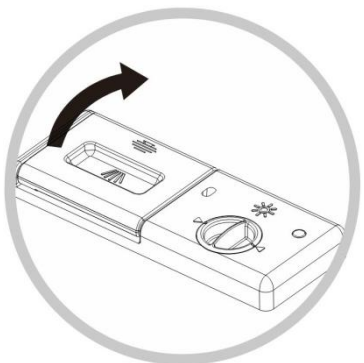

Figura 6-2-3
- Cierra la tapa; Figura 6-2-3 a continuación.